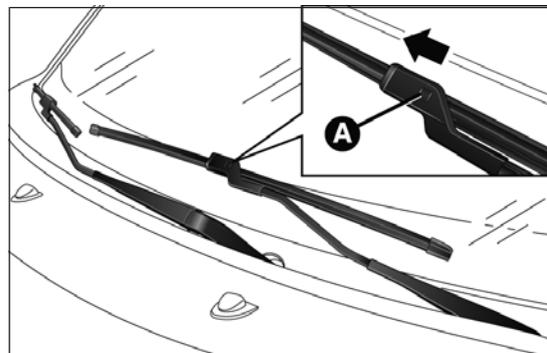

fig. 211
- soulever le bras de l'essuie-glace, appuyer sur la languette A fig. 211 du ressort de fixation et extraire le balai hors du bras ;